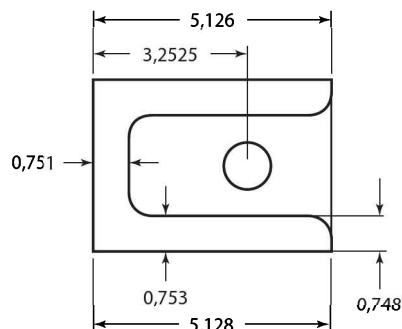

Figura 4-44 Por que esta peça pode ser cônica na aresta?
17. No teste do programa para o encaixe 204-56B, a condição mostrada na Figura 4-44 é encontrada. Quais são o problema e a correção?